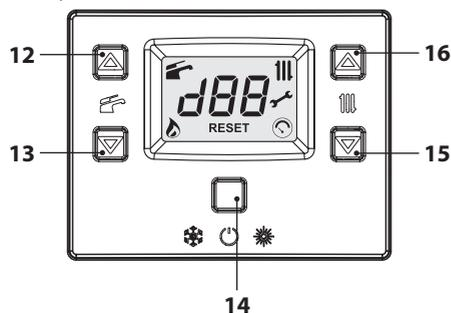
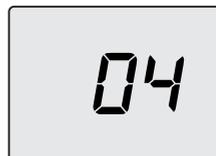

Figura 5.28
Figura 5.29
- Entrare in "modalità programmazione" premendo contemporaneamente per 10 secondi i tasti 14 - 15 - 16 (Figura 5.28) fino a far apparire sul display LCD le lettere **P01** che si alternano con il valore del parametro, indicanti l'entrata nel "parametro 01" (Figura 5.29).
- Premendo il tasto 14 (Figura 5.28) si ottiene la conferma del valore inserito.
- Premendo il tasto 15 o 16 (Figura 5.28) si esce senza modificare il valore.
- Premendo contemporaneamente per 10 secondi i tasti 14 - 15 - 16 (Figura 5.28) si esce dalla "modalità programmazione".